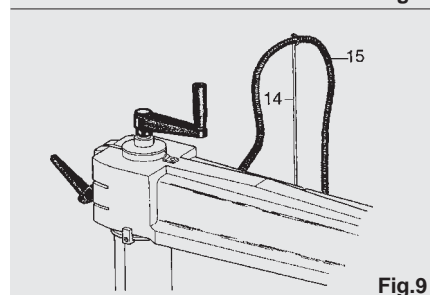

Fig.9
- Bevestig nu de veer (14) aan de arm met de schroeven, die hier al zijn ingedraaid, steek de elektrische motorkabel (15) door het oog zoals aangegeven in fig. 9.